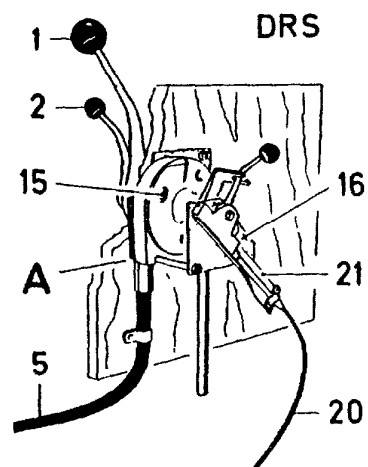

Fig. 21
- j. Dernest justeres manøverbhendelens (omstyringshendel i nøytral) stilling uavhengig av propellstilling, ved å løse de tre justerskruene (fig. 21 og 22, pos. 15) på manøverboksløkket (ATX — HTX). Vri hendelen i ønsket stilling, fortrinnsvis rett opp, og sett skruene fast igjen.